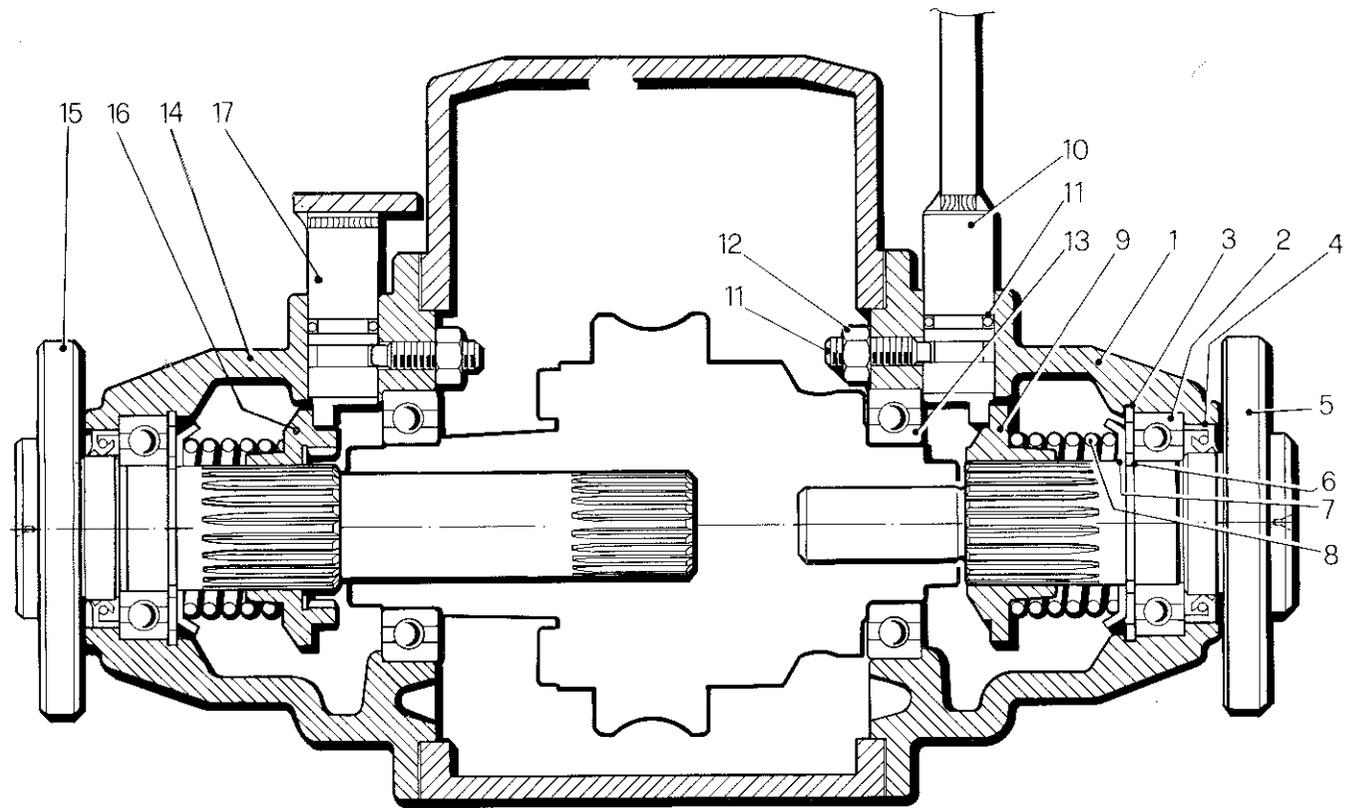

Fig. 30 - Sezione longitudinale del ponte con differenziale
## Ponte con differenziale (fig. 30)
**Montare nel supporto laterale dx 1** (vedi fig. 30) i relativi particolari procedendo nel seguente ordine:
**Montare nel supporto laterale sx 14** (vedi fig. 30) i particolari come nel supporto laterale dx, cambia solo la forma del semiasse 15, della bussola innesto bloccaggio differenziale 16 e della relativa leva comando 17.
**Completare il ponte** (vedi fig. 30), procedendo nel seguente ordine: